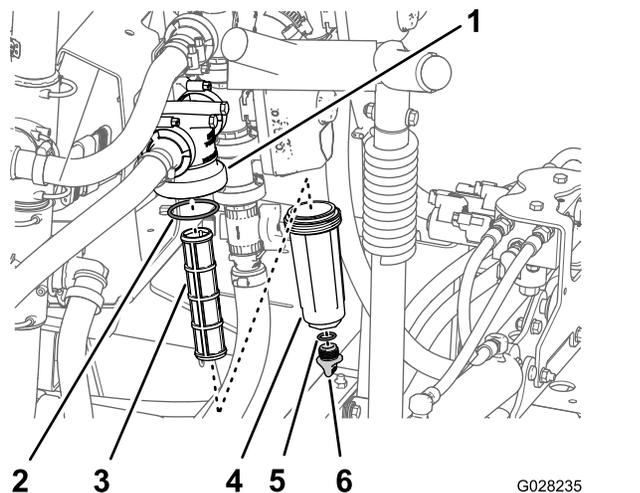

Рисунок 82
2. Поместите сливной поддон под фильтр линии нагнетания (Рисунок 82).
3. Поверните маслосливную пробку против часовой стрелки и снимите ее со стакана фильтра линии нагнетания (Рисунок 82).
4. Поверните стакан против часовой стрелки и отделите его от головки фильтра (Рисунок 82).
5. Извлеките старый элемент фильтра линии нагнетания (Рисунок 82).
6. Проверьте уплотнительное кольцо маслосливной пробки (расположенное внутри стакана) и уплотнительное кольцо стакана (расположенное внутри головки фильтра) на повреждения и износ (Рисунок 82).
7. Вставьте новый элемент фильтра линии нагнетания в головку фильтра (Рисунок 82).
8. Установите стакан на головку фильтра, затянув от руки (Рисунок 82).
9. Установите пробку на стакан, затянув от руки (Рисунок 82).